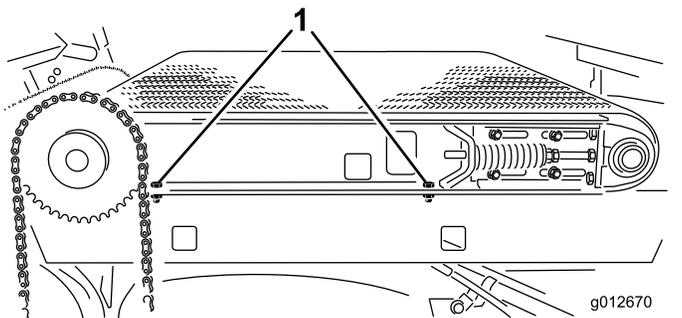

Figura 31
2. No lado direito da máquina, aperte os dois parafusos que prendem a calha da estrutura de deslizamento ao guarda-lamas direito (**Figura 31**).